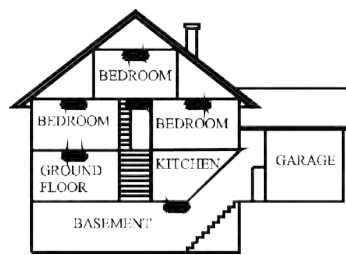

Figura 3: SITUACIÓN DE LOS DETECTORES PARA UNA RESIDENCIA CON VARIAS PLANTAS
- Instale un detector de humo en cada piso de una casa o apartamento con varias plantas, como se muestra en la Figura 3.